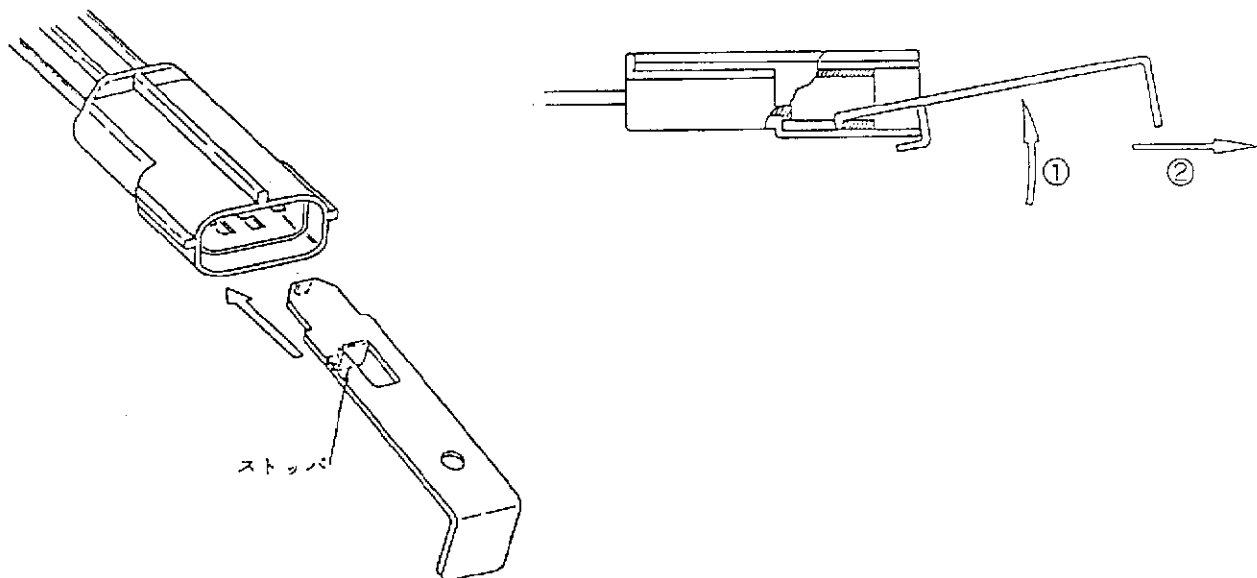

図8. プレート引抜きジグの挿入
キャップ用プレートの場合は、ジグを用いて図8のように、矢印①でダブルロックプレート溝に工具先端が入るように挿入し、矢印②の方向へ引抜きます。使用に際しては、IS-375Jを参照してください。